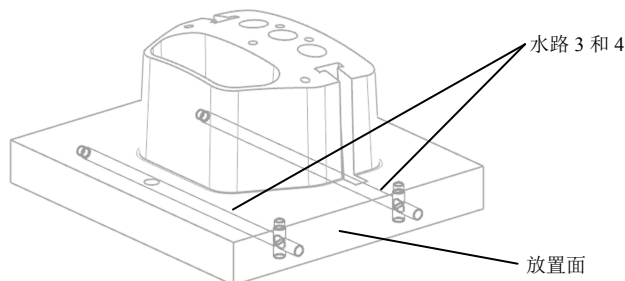

图 16-66 创建水路 3 和 4
(7) 采用相同的方法, 以侧面为放置面, 创建水路 3 (-50, -20) 与水路 4 (50, -20), HOLE_1_DEPTH 为 220mm, HOLE_2_DEPTH 为 225mm, 如图 16-66 所示。